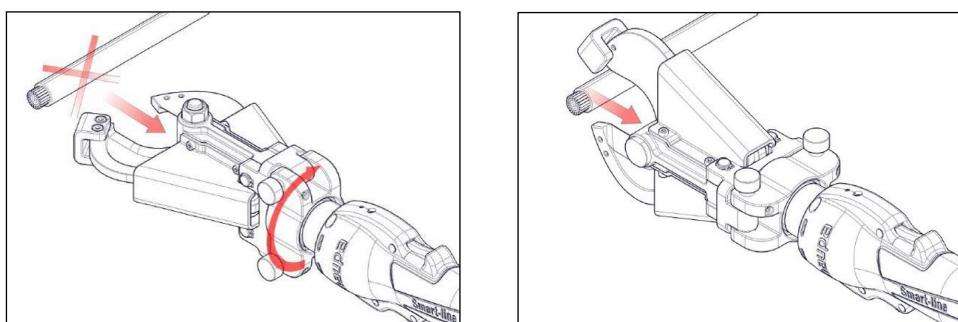

Bild 10: Einfügen des Kabel/Schneidmaterials
- Aufnahmehäder entsprechend der Richtung des Kabel/Schneidmaterials drehen. Das Kabel/das geeignete Schneidmaterial in die Öffnung einfügen. Vergewissern Sie sich, dass die beiden Stifte am Schneidkopf festsitzen, siehe Bild 10 unten: